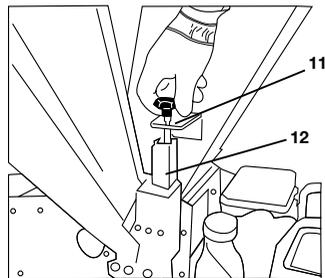

Figura 6
A continuación, gire la varilla roscada (11), montado lateralmente en la tolva de alimentación, en el soporte de contacto (12) de la tolva lateral (véase la Figura 6).